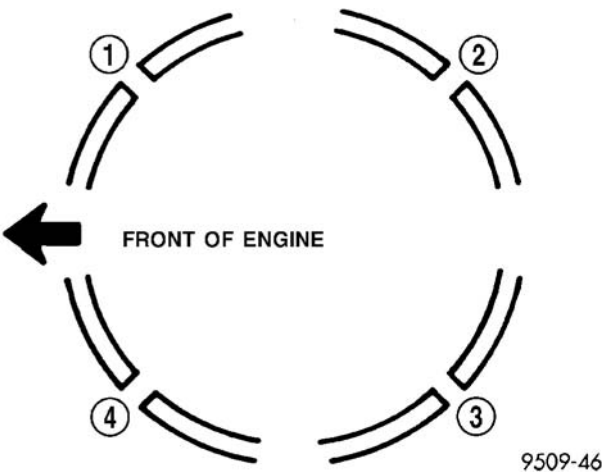

图 67 活塞环末端间隙位置
- (1) 安装活塞与连杆组件到缸径前，确定压缩环间隙错开以不会与油环间隙位于一直线（图 67）。
- (2) 安装环压缩器前，确定膨胀油环末端突出且大梁间隙如（图 67）所示的位置。俯瞰视图。